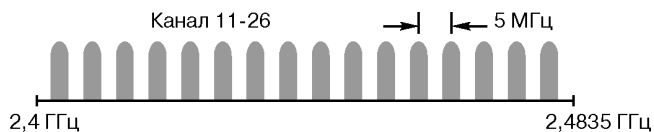

Рис. 1.
- диапазон частот IMS 2,4 ГГц, разделенный на 16 радиоканалов (см.рис.1);